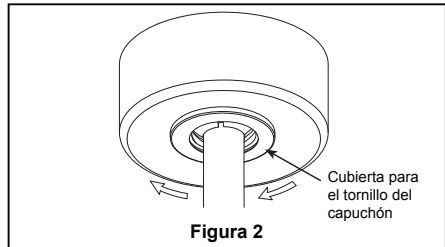

Figura 2
- ☐ 2. Coloque y ajuste firmemente la cubierta para el tornillo de la base sobre los tornillos de reborde de la abrazadera para colgar mediante el mecanismo de seguro por giro del chavetero. (Figura 2)